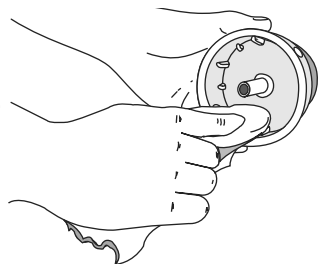

Fig. 15
4. Use un paño limpio para limpiar el carrete interior, el resorte, el eje y la bobina exterior (Fig. 15).